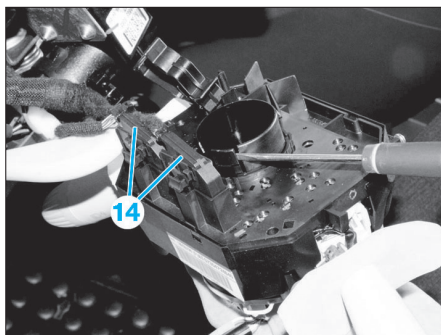

Fig. 8
- Ouvrir l'agrafe de fixation (11) et dégager les câblages du commodo (12).
- Dévisser la vis (13), puis extraire partiellement l'ensemble commodo.
- Déposer l'ensemble commodo-contacteur tournant et débrancher les connecteurs (14) (Fig.8).